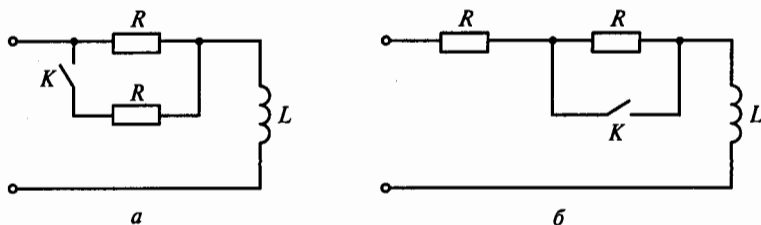

Рис. 138
**4.3.** Как изменятся постоянные времени  $\tau_a$  и  $\tau_b$  контуров, показанных соответственно на рис. 138, а и б, если замкнуть ключ К? (Указать неправильный ответ.)